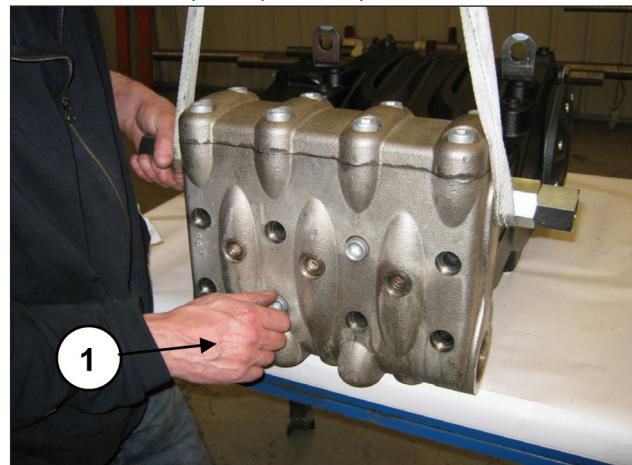

Abb. 105
Sie können nun den Kopf vom Pumpengehäuse durch Lösen der 8 Schrauben M16x180 demontieren (Pos. ①, Abb. 105).